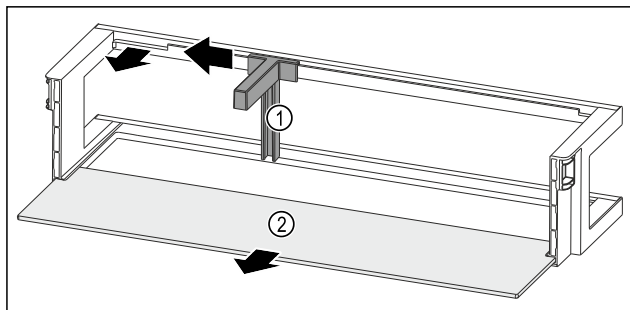

Fig. 196 Ajtópolc palacktartóval és tárolólappal
- ▶ A mélyedésig tolja oldalra a palacktartót Fig. 196 (1).
- ▶ Vegye ki a palacktartót Fig. 196 (1).
- ▶ Vegye ki a tárolólapot Fig. 196 (2).